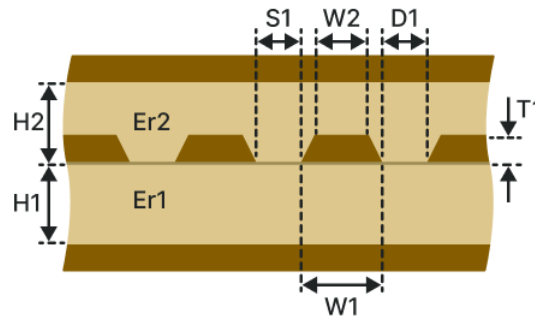

Рис. 183 Копланарная дифференциальная полосковая ЛП (КДП-1Н1В)
- Копланарная дифференциальная полосковая ЛП (КДП-1Н1В), см. Рис. 183.